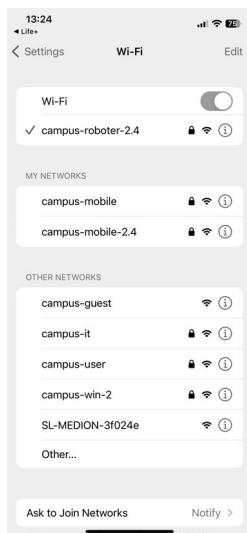

Fig. 8
- ▶ Ahora seleccione en su smartphone o tablet la red del robot aspirador y friegasuelos en **AVAILABLE NETWORKS** (fig. 8).